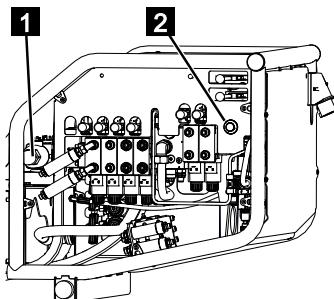

Abb. 170
3. Das Ventil [Bühne] (Abb.170/1) eindrücken und im Uhrzeigersinn verriegeln.
4. Den Taster [*Notbedienung*] (Abb.170/2) drücken und halten.